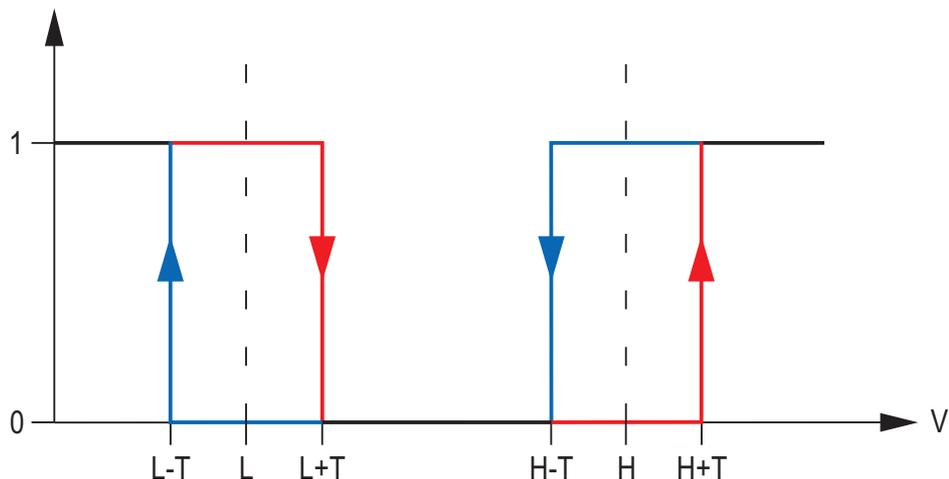

Рис. 11. Способ работы аналогового входа. 0 – отсутствие нарушения. 1 – нарушение.
- напряжение на аналоговом входе должно быть ниже порога L (минус допустимый предел отклонения) или выше порога H (плюс допустимый предел отклонения), чтобы модуль мог зарегистрировать превышение запрограммированного значения (см: рис. 11).